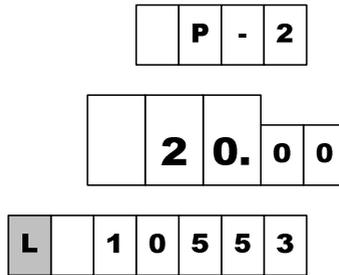

Рисунок 2
9.6 Предусмотрен режим работы, когда на табло вместо суммы к оплате отображается значение суммарного счетчика рукава с мигающим символом **"L"** в старшем разряде, а вместо цены за литр – номера рукава с символами **"P-"** (рис. 2).